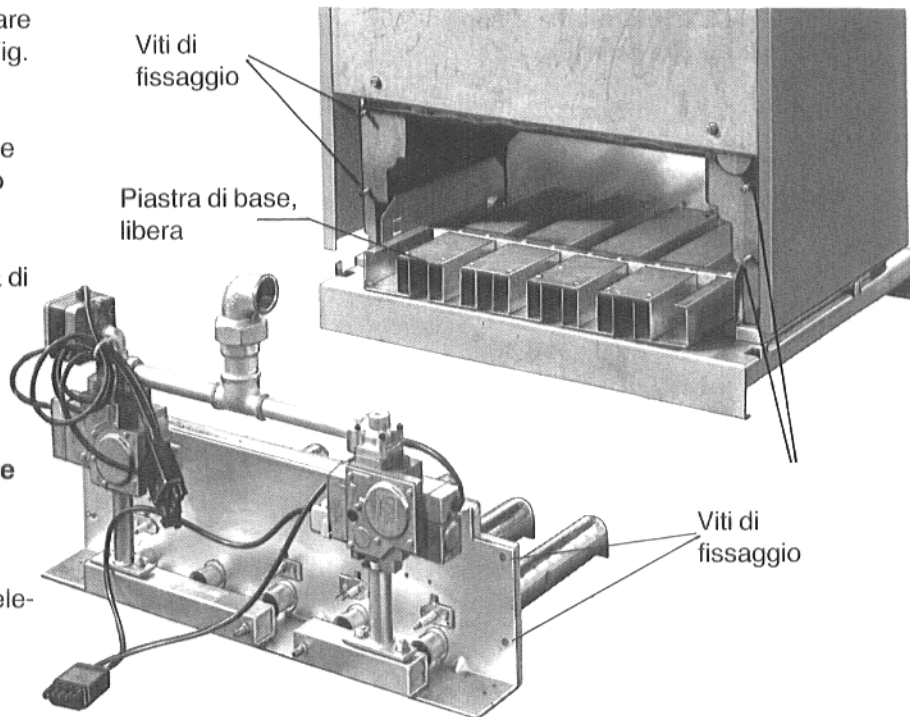

Fig. 35 – Figura esplicativa
Prima d'introdurre il bruciatore, controllare lo stato dell'isolazione dello schermo (Fig. 35).
- Avvitare il bruciatore con le **viti di fissaggio** (Fig. 35.)